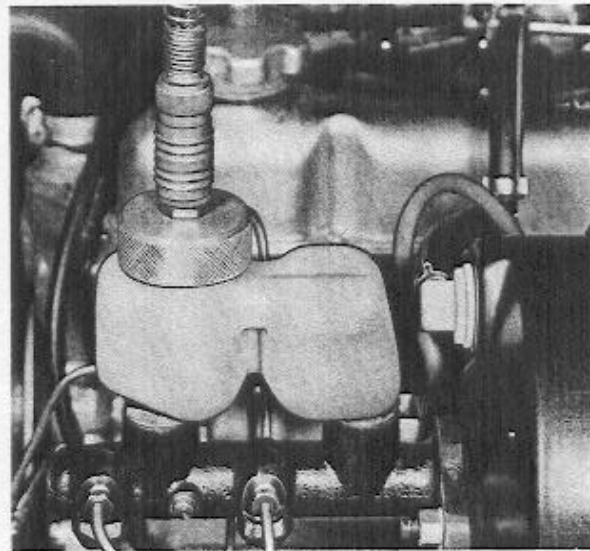

Abb. 68 Anschluß A 4 S
3. Flüssigkeitsbehälterdeckel gegen einen für die Entlüftung erforderlichen besonderen Verschlussdeckel auswechseln; A 4 S (Abb. 68) für Zweikreis-Bremsanlage, bzw. A 5 für Einkreis-Bremsanlage. Die Verschlussdeckel sind bei AB Volvo, Kundendienstabteilung, erhältlich. Entlüftungsaggregat nach den Weisungen des Herstellers anschließen. Arbeitsdruck: 2 atü. Ein Typ der gebräuchlichen Entlüftungsaggregate wird auf Abb. 4 gezeigt.